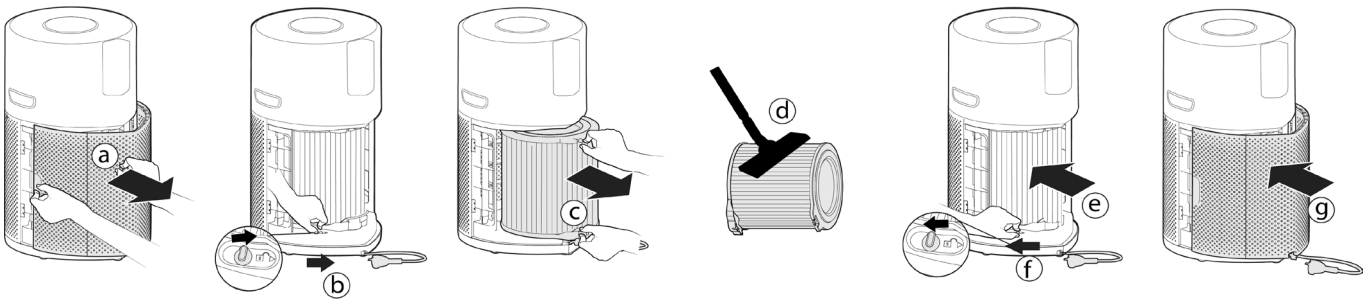

Рис. 14
Очистка / Замена фильтра: [Рис. 14]
- Снимите крышку блока забора воздуха с прибора. [Рис. 14а]
- Откройте защелку фиксатора фильтра. [Рис. 14б]
- Снимите фильтр с прибора. [Рис. 14с]
- С помощью пылесоса очистите наружную сетку на блоке фильтра ИЛИ замените на **НОВЫЙ** фильтр. [Рис. 14д]
- Верните блок фильтра в прибор. [Рис. 14е]
- Закройте защелку фиксатора фильтра. [Рис. 14ф]
- Установите крышку блока забора воздуха на прибор. [Рис. 14г]